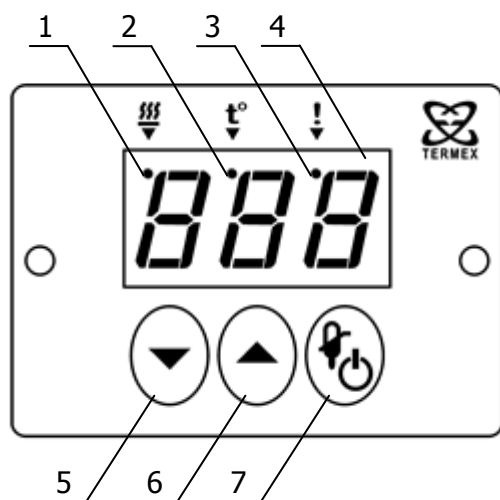

Рисунок 2 — Лицевая панель регулятора
2.3.1 После подключения сетевого кабеля бани к электрической сети регулятор температуры переходит в режим ожидания. В этом режиме светодиодное табло 4 (рисунок 2) погашено, индикатор 3 периодически загорается на непродолжительное время. Регулятор температуры не реагирует на органы управления, за исключением кнопки включения 7.
2.3.2 Для перевода регулятора из режима ожидания в рабочий режим нажать кнопку 7 (рисунок 2) и удерживать ее в нажатом состоянии не менее половины секунды.
- одновременно нажать кнопки 5 и 6 (рисунок 2). На светодиодном табло 4 отобразится номер текущей программы регулирования: «ПГ1» (вода) или «ПГ2» (ПМС-100);
2.5.1 Для входа в режим установки температуры кратковременно нажать кнопку 7 (рисунок 2). Загорится индикатор режима ввода уставки 2 и на табло 4 появится текущее значение установленной температуры регулирования.
2.5.3 Для выхода из режима установки температуры кратковременно нажать кнопку 7 (рисунок 2).
- нажать и удерживать кнопку 6 (рисунок 2) в нажатом состоянии до появления на светодиодном табло 4 надписи «Cor»;